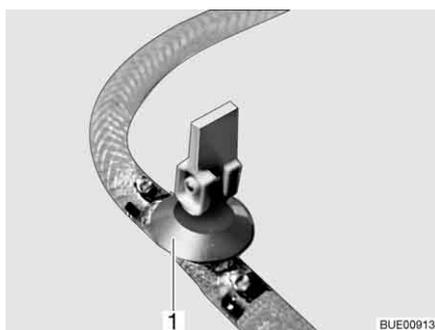
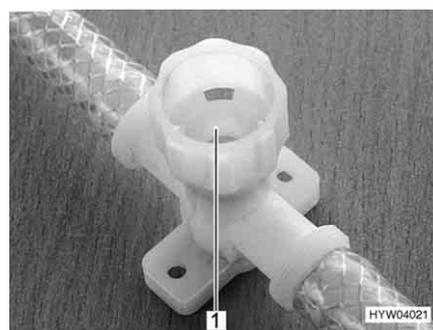

Fig. 181 Llave de desagüe (con balancín)
Fig. 182 Llave de desagüe (con tapa giratoria)
- Cerrar todas las llaves de desagüe. Para esto, poner el balancín de la llave de desagüe (Fig. 181,1) o cerrar la tapa de la llave de desagüe (Fig. 182,1) girándola en el sentido de las agujas del reloj.